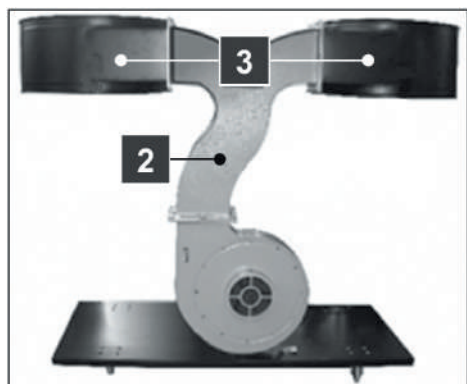

Рис. 22
- Закрепите болтами к отводу (2) левый и правый корпус фильтра (3), установив между ними прокладки (рис. 22).